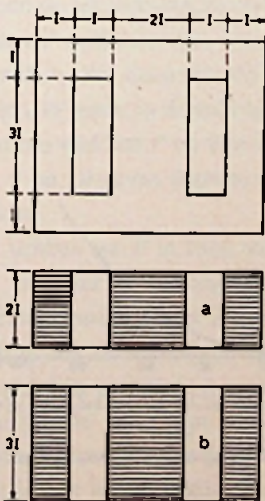

Fig. 1.
ling uitsluitend kernen van het normale EI-profiel en stapelhoogten van $1 \times$ en $1,5 \times$ de breedte van het middenbeen (zie fig. 1). Voor andere blikvormen gelden vanzelfsprekend gelijksoortige gegevens, maar met enigszins afwijkende factoren. Relatief bredere en/of dunneren spoelen geven een lagere waarde voor L' .
De venstermaten zijn $1 \times 3I$ (zie fig. 1). De spoelmaten hangen af van de ruimteverdeling tussen P en S en van de isolatiedikten tussen en om de spoelen.
- b. kerndoorsnede $2I \times 3I$ (rechthoekig): $L' = 20 \times I$ (voor a en b , zie fig. 1).